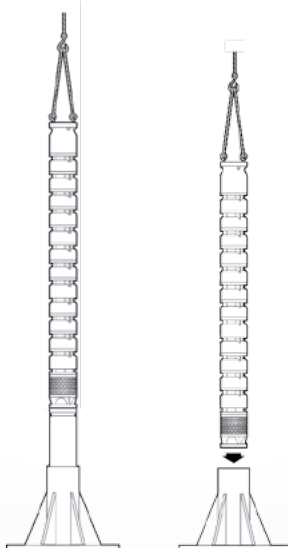

Figura 2: Elevação do produto.
- Quando içar e posicionar o bombeador/motor, certifique-se de sua estabilidade antes de soltar o equipamento de elevação, conforme exemplo na figura 2.